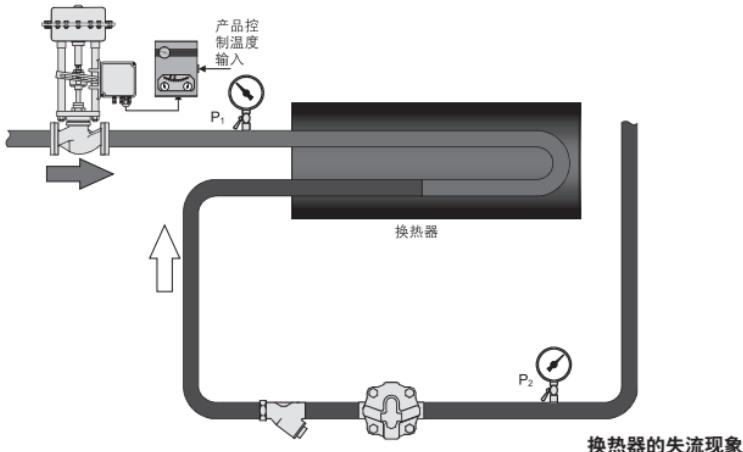

图 71
2. 蒸汽压力下降，冷凝水回收管道中的背压大于控制阀后的蒸汽压力 ( $P_1 < P_2$ )，换热器积水。见图 71 中所示。